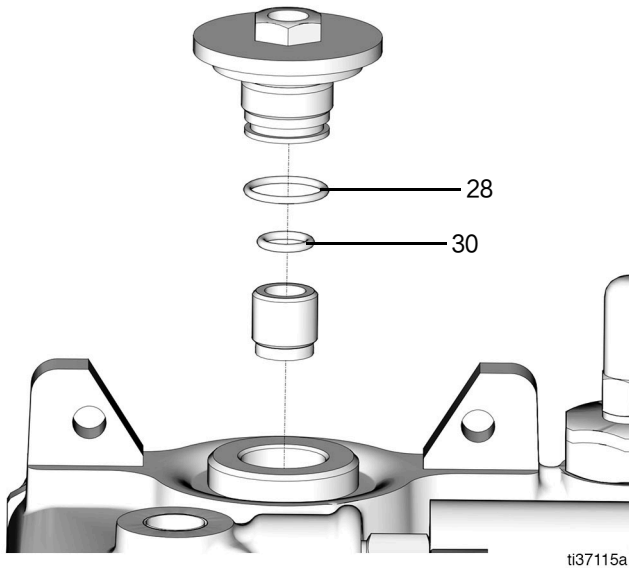

图 51
3. 用新的 O 形圈更换固定螺母 (9) 的内部 O 形圈 (30), 并稍微润滑。(图 51)。
4. 用新的 O 形圈更换固定螺母 (9) 的外部 O 形圈 (28), 并稍微润滑 (图 51)。